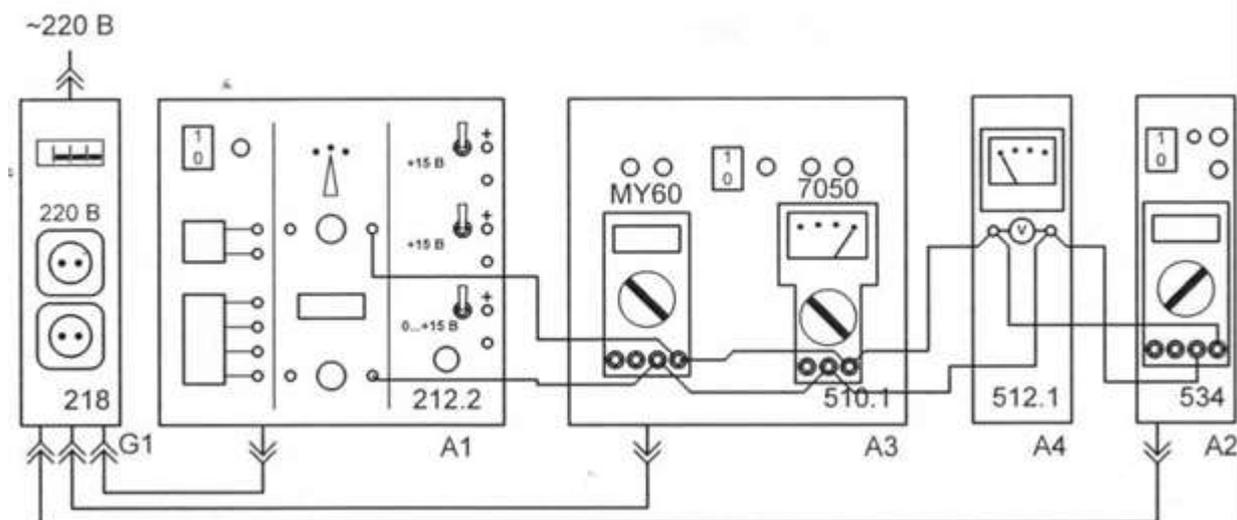

Рис. 2.2. Схема электрических соединений для измерения несинусоидального напряжения
Лабораторная установка (рис. 2.2) состоит из однофазного источника питания G1 (218), блока питания А1 (212.2) с выходом регулируемого по частоте и амплитуде несинусоидального напряжения, переменного резистора
Схемы подключения мультиметров блоков А2 (534), А3 (510.1) и вольтметра А4 (512.1) при измерении напряжения приведены на рис. 2.3. При измерении напряжения мультиметры подключаются к источнику гнездами «V» и «СОМ». Все приборы на рис. 2.2 соединены параллельно и измеряют одно и то же несинусоидальное напряжение «Генератора напряжений специальной формы» блока А1.
- Соедините аппаратуру в соответствии со схемой электрических соединений рис. 2.2. или рис. 2.3.